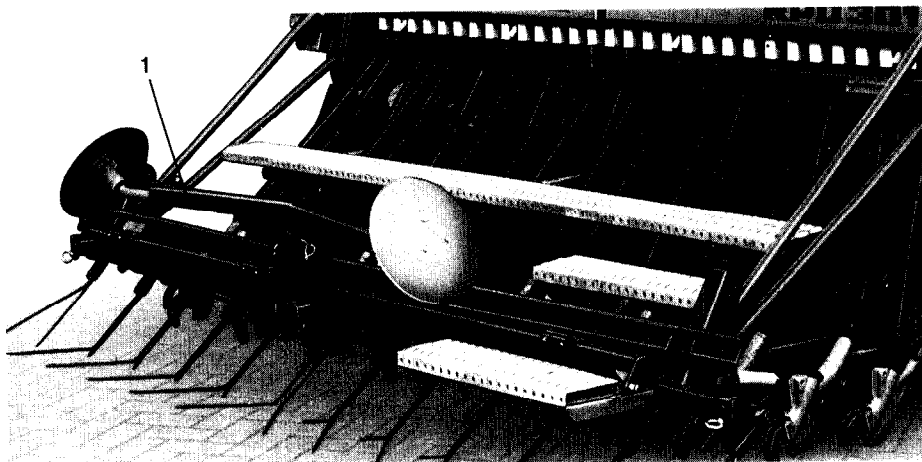
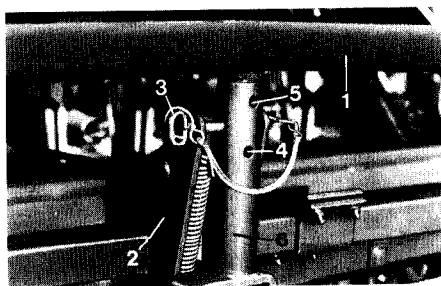

Fig. 98
Fig. 99
Efter afmontering af splitboltten (Fig.99/3) skal markørholderen (Fig.99/1) drejes til den side, hvor markørskiven er fastgjort, og sættes fast på følgende måde:
- Nederste hul (Fig.99/4) til énsidig markering til højre.
- Øverste hul (Fig.99/5) til énsidig markering til venstre.
I transportstilling skal bærerammen (Fig.99/2) og bærearmen (Fig.99/6) sættes fast med splitbolten (Fig.99/3) og sikres. Såbedsmarkøren er nu helt opklappet og markørholderen (Fig.98/1) med markørskiverne står på langs over eksaktdækstriglen.
På offentlig vej skal markørholderen (Fig.98/1) med markørskiverne afmonteres.